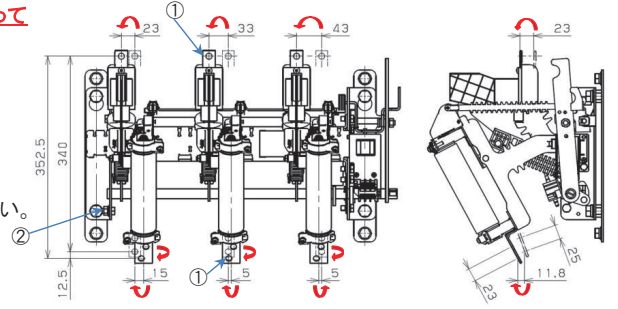

図4: 主回路端子位置
- ① **主回路端子位置が図4のように変わっています。**